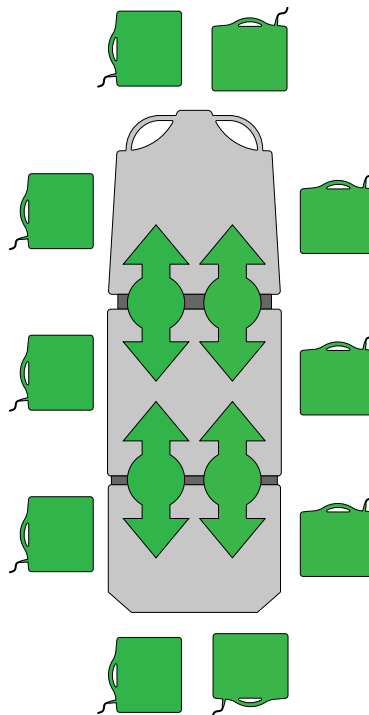

Abbildung 30 – Einlegen oder Herausnehmen von Röntgenkassetten – Option Prime X
1. Den Patienten mithilfe der Positionsanzeigeaufkleber an allen Seiten des Produkts (siehe Abbildung 30) mittig auf dem Produkt positionieren.